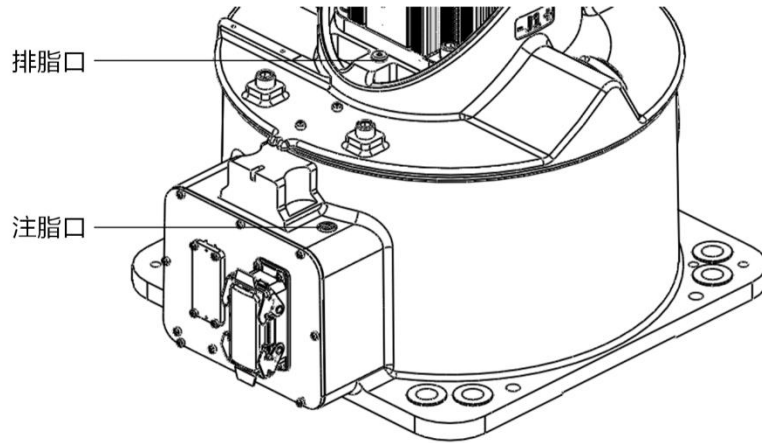

图 12-6 更换 J1 轴减速器润滑脂
- 步骤4. 卸下排脂口 M10x1 堵头，如图 12-6 所示。